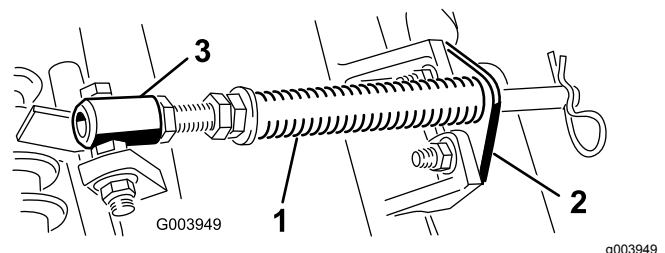

Рисунок 10
- A. Выверните два каретных болта и две гайки, которые крепят кронштейн штока к выступам режущего блока (**Рисунок 10**).
- B. Выверните фланцевую гайку крепления болта трубки пружины к выступу несущей рамы (**Рисунок 10**)